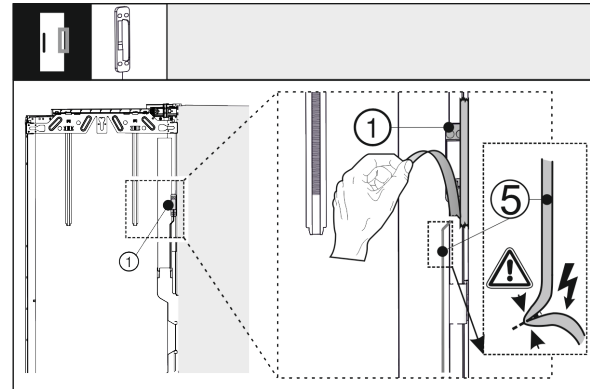

Fig. 39
- Staccare il sensore di battito in testa Fig. 39 (1) dalla porta esterna. Non danneggiare il cavo di collegamento Fig. 39 (5).